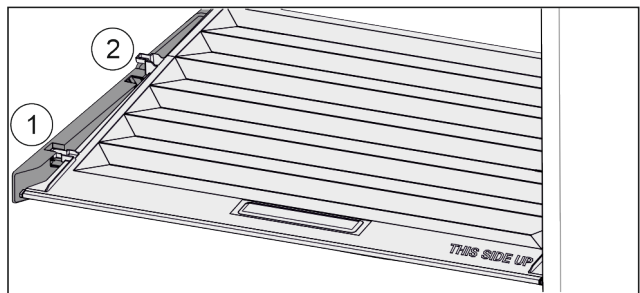

Fig. 124
- ▶ Кришку до отвору в деталях для підтримки потягнути вперед Fig. 124 (1).
- ▶ Підняти ззаду знизу та вийняти Fig. 124 (2) вгору.